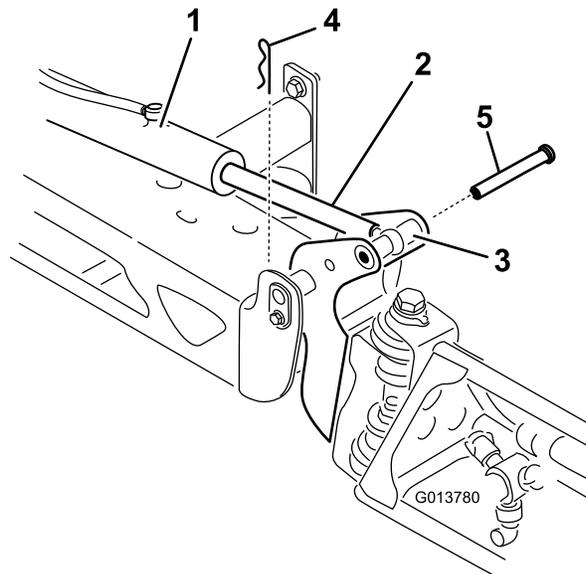

Figura 37
2. Retire el pasador de horquilla del pasador de giro (Figura 37).
3. Levante el brazo y retire el pasador (Figura 37). Baje el brazo lentamente al suelo.
6. Eleve el brazo para alinear el pivote con el émbolo del actuador. Sujetando el brazo, introduzca el pasador a través del pivote del brazo y del émbolo del actuador (Figura 37).